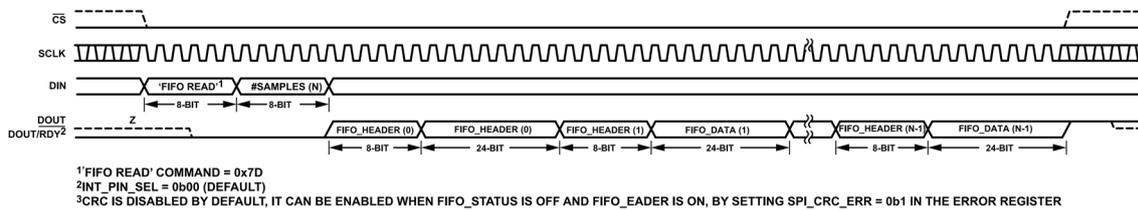
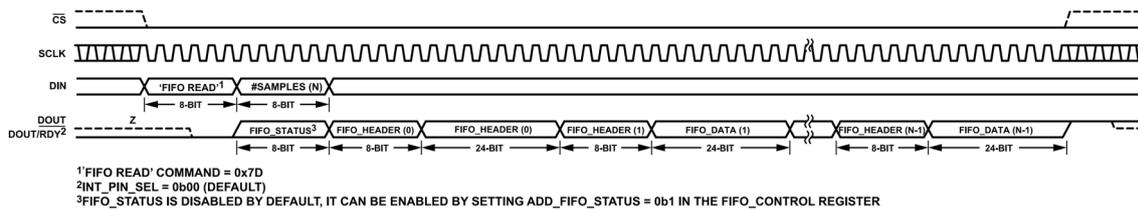

図 102. デフォルトの FIFO リードバック (FIFO_STATUS の追加なし、FIFO_HEADER の追加あり)
図 103. FIFO リードバック (FIFO_STATUS の追加あり、FIFO_HEADER の追加あり)
デフォルトでは、FIFO_HEADER がイネーブルになっており、FIFO_STATUS の追加はディスエーブルです。そのため、FIFO のリードバック図は図 102 のようになります。FIFO_STATUS の追加がイネーブルの場合は、FIFO のリードバック図は図 103 のようになります。
FIFO_STATUS レジスタの内容 (表 69 参照) は、FIFO_CONTROL レジスタの ADD_FIFO_STATUS ビット (表 67 参照) を 1 に設定して、FIFO_DATA の前、および # samples (N) バイトの間に追加して読み出すことができます (図 103 参照)。このようにして、以前のエラーを検出して FIFO_DATA リードバックをアポートできます。